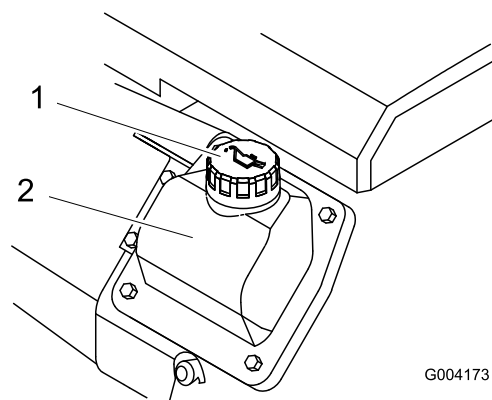

Figura 16
8. Se il livello dell'olio è troppo basso, pulite l'area circostante il tappo di riempimento dell'olio e rimuovete il tappo (Figura 16).